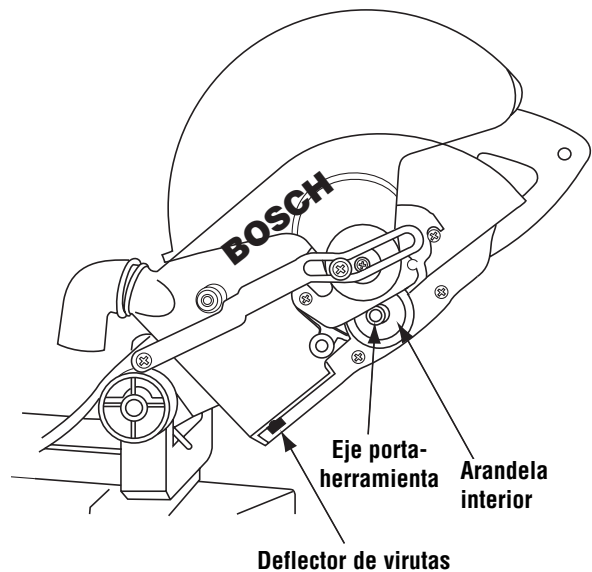

Figura 3. Instalación de la hoja
7. Para instalar la hoja de 10", ajuste la hoja entre los deflectores de virutas y en el eje portaherramienta (Figura 3). NOTA: Asegúrese de que la flecha de rotación que está en la hoja coincida con la flecha de rotación en el sentido de las agujas del reloj que está en el protector inferior.